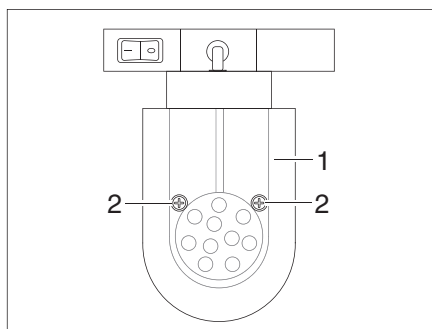

Fig. 398 Foco de LED (desplazable)
- Aflojar los tornillos de fijación (Fig. 398,2).
- Retirar el cristal de lámpara (Fig. 398,1) con cuidado.